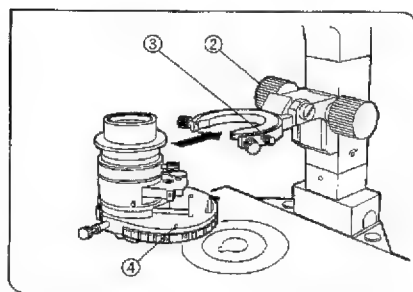

図 36
- 1) コンデンサ上下動ハンドル②を上限位置まで上げます。(図36)
- 2) コンデンサ固定つまみ③をゆるめます。(図36)
- 4) コンデンサ固定つまみ③を締めます。(図36)
- ・U-UCDBの裏側にあるIX用指標④の所へ、光軸に取付けられた光学素子の指標を貼付けます。(図36)